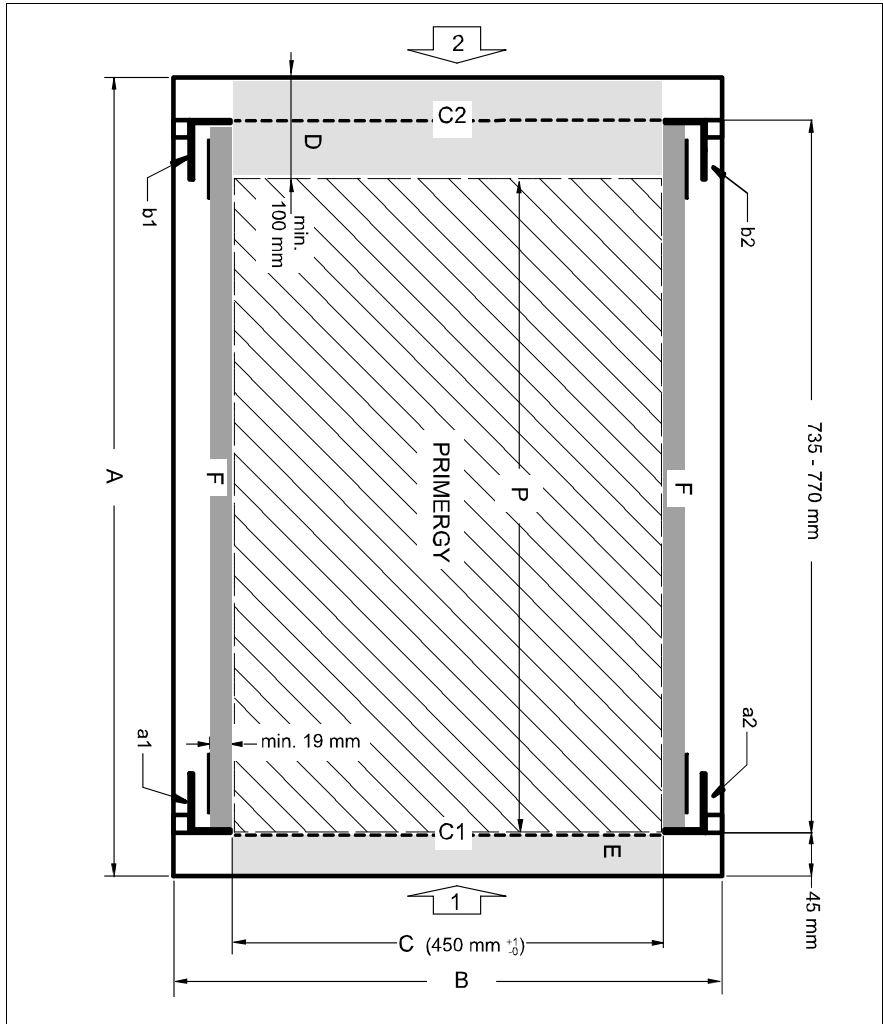

Ilustración 2: Requisitos mecánicos
- Medidas de montaje (véase las medidas que figuran en la ilustración 2 en la página 37):